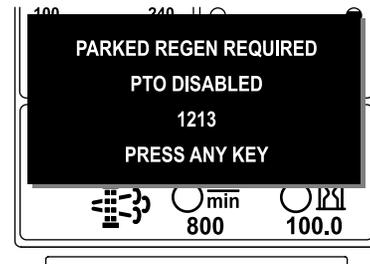

Figura 19
- Si no se realiza la regeneración con la máquina aparcada en un plazo de 2 horas, el InfoCenter muestra ADVISORY #1213 (Aviso n.º 189) solicitando la regeneración con la máquina aparcada e indicando la desactivación de la toma de fuerza (Figura 19).